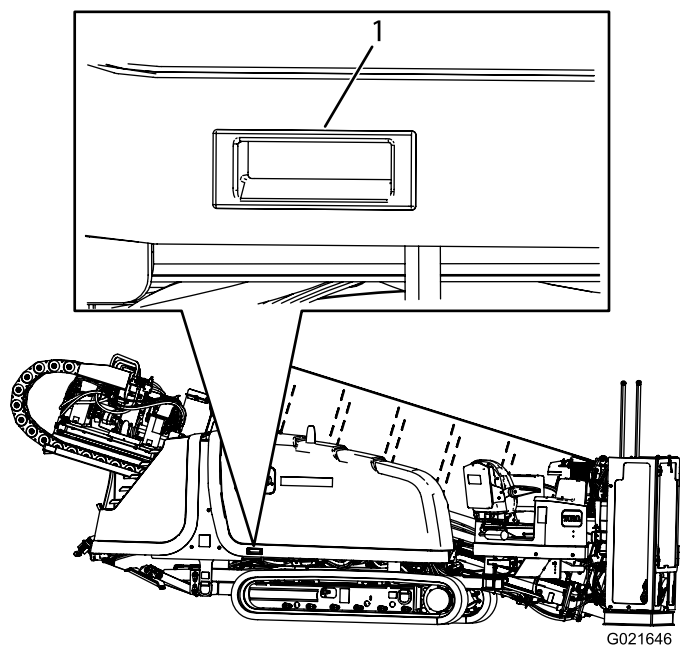

**Figure 96**
3. Tirez la poignée, comme montré à la Figure 96.